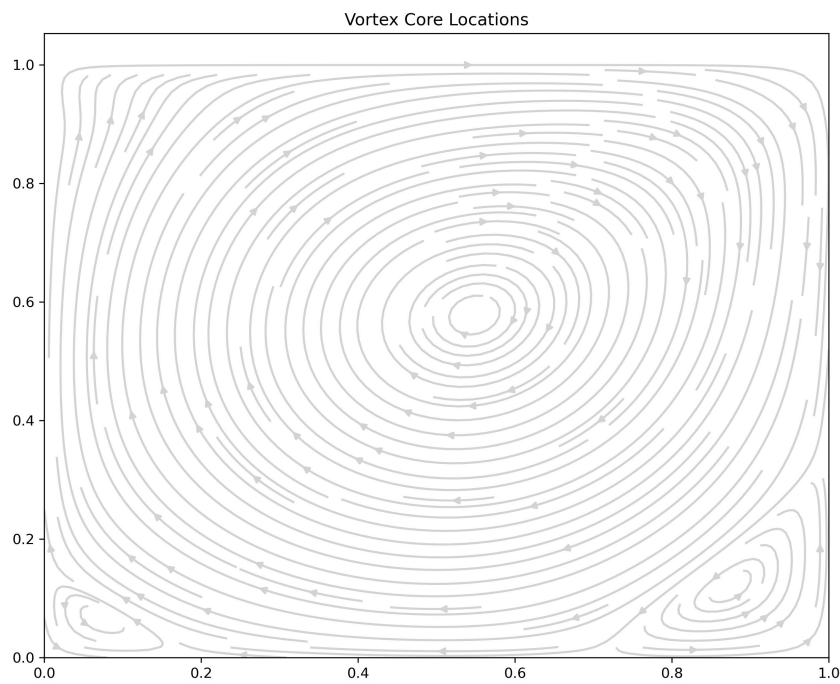

图 2: 流场结构与涡系分布
- 主涡特征: 流线图 (图2) 显示中心区域形成稳定主涡, 中心位置约为  $(x_c, y_c) \approx (0.5, 0.6)$ .